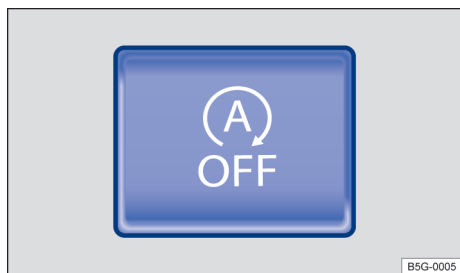

Fig. 111 Na parte superior do console central: botão do sistema Start-Stop.
- Para desligar manualmente o sistema, pressione o botão  situado no console central → Fig. 111. Quando o sistema Start-Stop é desligado, é acesa a luz de controle do botão.
- Para voltar a ligar manualmente o sistema, pressione de novo o botão  do console central → Fig. 111.